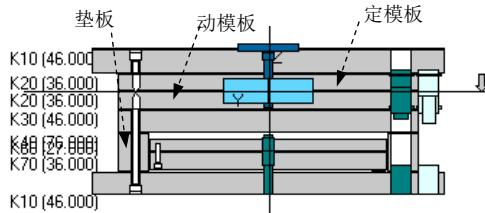
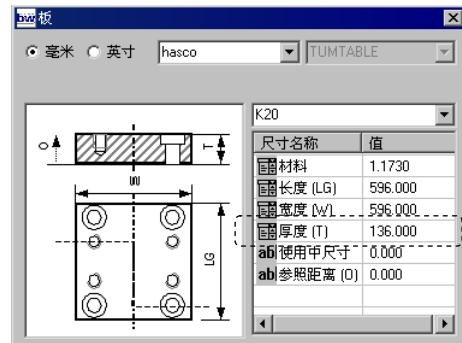

图 30.19 定义模板厚度
图 30.20 “板”对话框
Step1. 定义定模板厚度。在“模架定义”对话框中右击图 30.19 所示的定模板，此时系统弹出图 30.20 所示的“板”对话框，在对话框的 厚度 (T) 下拉列表框中选中 136.000 选项，在“板”对话框中单击 按钮。
Step2. 定义动模板厚度。使用同样的操作方法右击图 30.19 所示的动模板，在“板”对话框的 厚度 (T) 文本框中输入数值 65，然后单击 按钮。
Step3. 定义垫板厚度。使用同样的操作方法右击图 30.19 所示的垫板，在“板”对话框的 厚度 (T) 文本框中输入数值 136，然后单击 按钮。